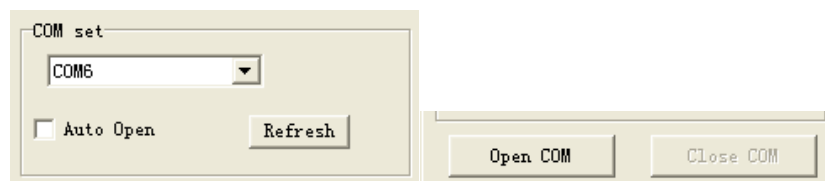

Рис. 2
1. Щелкните по функциональной схеме «Настройки последовательного порта» (Рис. 2).